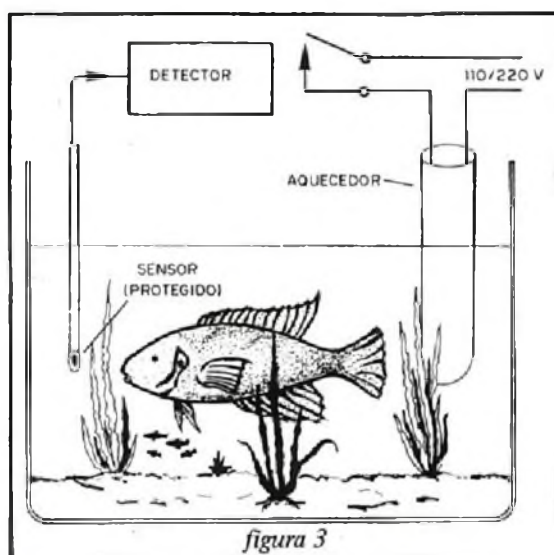

figura 3
b) Como termostato para aquários, caso em que o sensor será protegido contra a umidade com uma camada de cola epoxi e mantido submerso. O circuito desligará o aquecedor da água quando a temperatura superar determinado valor. Na figura 3 damos o modo como isso pode ser feito.